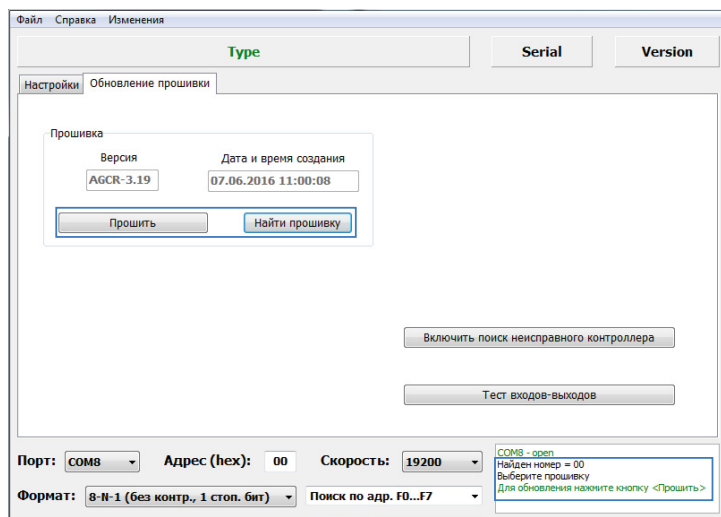

Рис.15. Обновление прошивки неисправного считывателя.
- Подключить считыватель «АвтоГРАФ-CardReader-Light+» с поврежденной прошивкой к программатору «TKLS-Prog-RS485», подключенному к компьютеру. Программа «AGPConf» обнаружит неисправное устройство и предложит выбрать файл прошивки для загрузки в это устройство – в окне состояния появится сообщение «Выберите прошивку» и на вкладке станет доступной кнопка «Найти прошивку» (Рис.15).